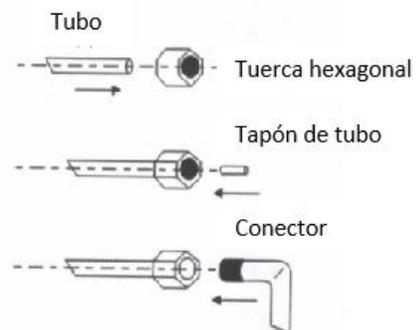

Imagen 13
- ✧ Coloque la manguera de plástico en la tuerca hexagonal (imagen 13)
- ✧ Coloque el tapón del tubo blanco en la boquilla de la manguera de plástico y empuje el tapón del tubo hasta el extremo de la manguera de plástico con la mano o con herramientas (imagen 13).